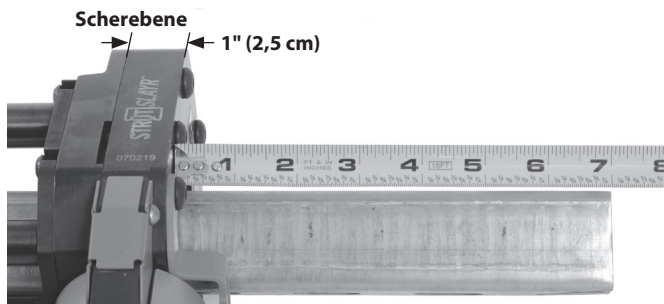

Abbildung 6B - Messen der Profillänge
- Fügen Sie 1" (25 mm) zur Seitenplatte hinzu - Profillendmessung (Abbildung 6B).